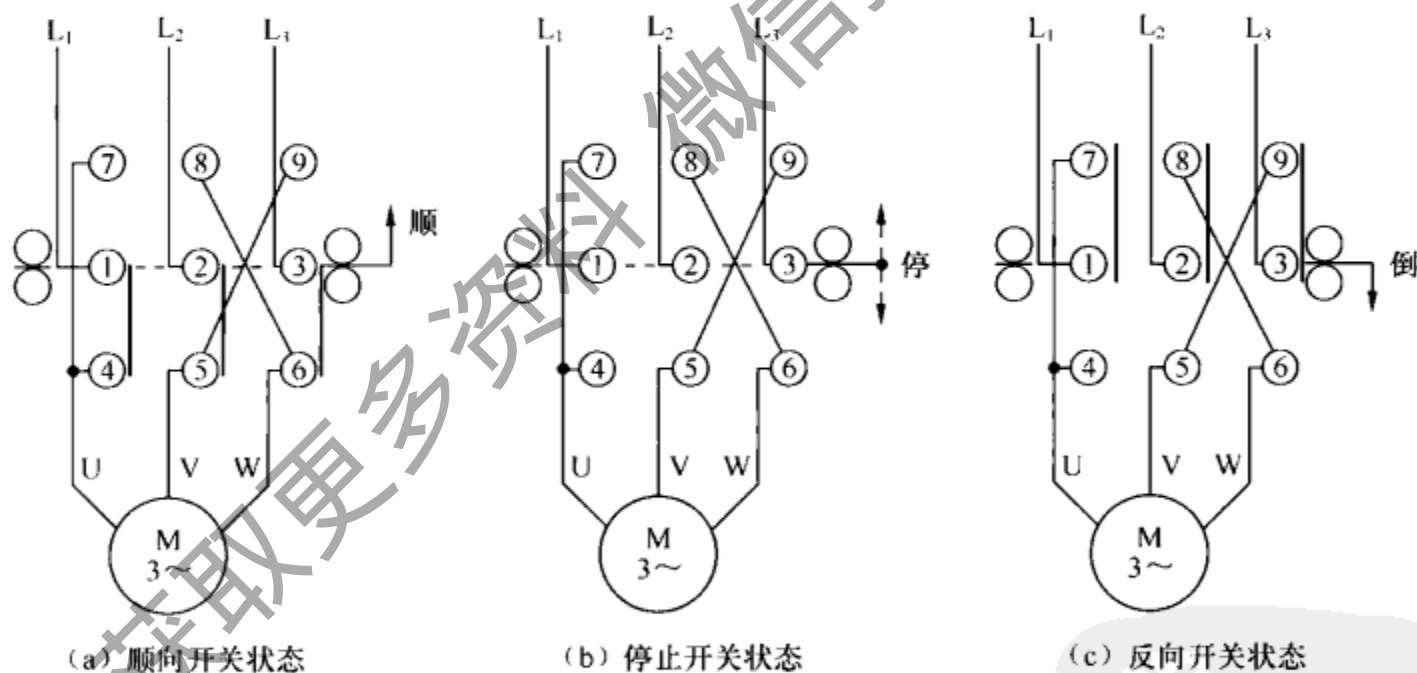

图 7-8 KD-3 倒顺开关控制电动机正反转电路
倒顺开关的接线端子如图 7-8 所示，其中端子①、②、③分别接三相交流电源的  $L_1$ 、 $L_2$ 、 $L_3$  相，端子④、⑤、⑥分别接三相交流电动机的 U、V、W 端子。当操作开关手柄扳到“顺”的位置时，①和④，②和⑤、③和⑥端子接通，电动机得电正向运行，如图 7-8 (a) 所示。当操作开关手柄扳到“停”的位置时，端子①和④（⑦）、②和⑤（⑧）、③和⑥（⑨）之间都不通 [如图 7-8 (b) 所示]，电动机不能工作。当操作开关手柄扳到“倒”的位置时，①和⑦、②和⑧、③和⑨端子接通 [如图 7-8 (c) 所示]， $L_2$ 、 $L_3$  换相，电动